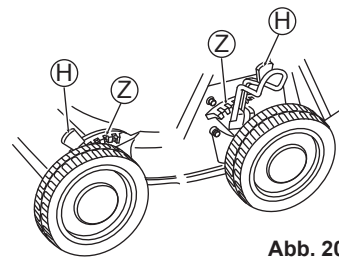

Abb. 20
2. Drücken Sie den Schnitthöheneinstellhebel (H) in Richtung Rad und lösen Sie ihn von den Rasten (Ausnehmungen) (Z). (Siehe Abb. 20 und 21)
3. Führen Sie den Schnitthöheneinstellhebel (H), nach wie vor seitwärts gedrückt, in die Raste (Z) für die gewünschte Schnitthöhe ein.
4. Führen Sie alle Schnitthöheneinstellhebels (H) in die Rasten (Z) derselben Höhe ein.